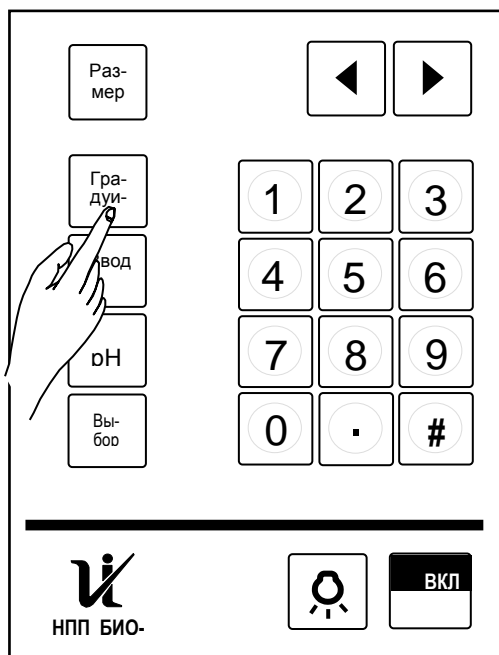

Рисунок 32
4.13.2.6 Нажать кнопку ГРАДУИРОВКА (рис. 32). После нажатия кнопки в верхней части табло будут отображены значения рХ (рН) об-